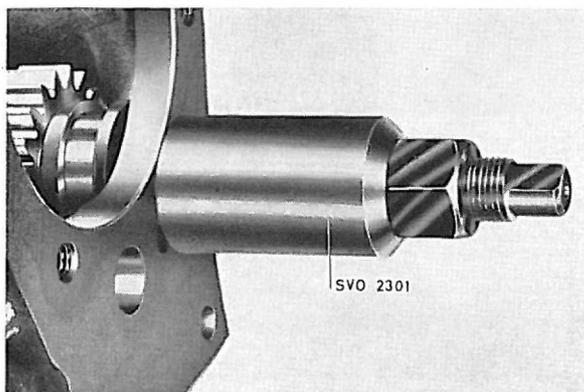

Fig. 19. Démontage du pignon de marche arrière
10. Déposer le pignon intermédiaire. Sortir l'arbre de marche arrière à l'aide de l'extracteur SVO 2301, Fig. 19. Sortir le pignon de marche arrière et les autres pièces.